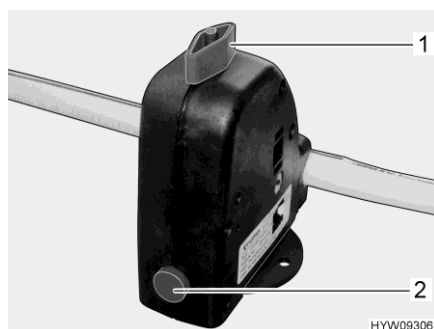

Fig. 201 Valvola di sicurezza/di scarico (Truma)
- Chiudere la valvola di sicurezza/di scarico (Truma). A tal fine ruotare la manopola (Fig. 201,1) verticalmente rispetto alla valvola di sicurezza/di scarico e premere verso l'interno il bottone automatico (Fig. 201,2).